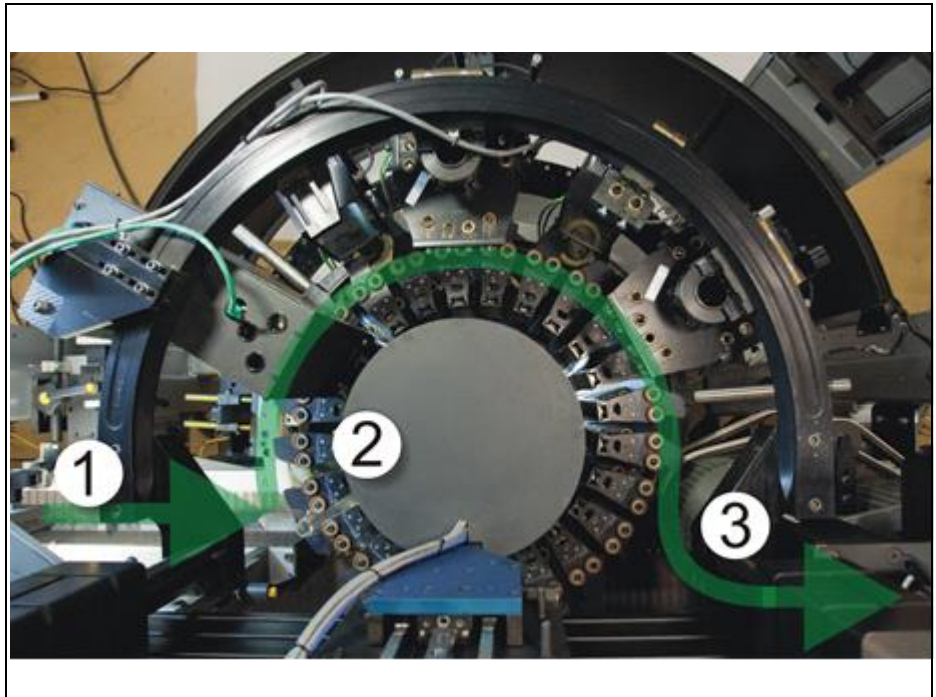

Abbildung 2: Behältertransportweg (Gondelsternrad-Flaschenträger)
- 1 Flaschenträgerbaugruppe. Flaschenträger sind in zwei Ausführungen erhältlich: Flaschenträger sind in zwei Ausführungen erhältlich: herkömmliches Sternradwerk (in der Regel obere und untere Sternradwerk-Baugruppen) oder Gondelsternrad-Träger (Abbildung 2). Beide Arten von Flaschenträgern sind unten beschrieben.